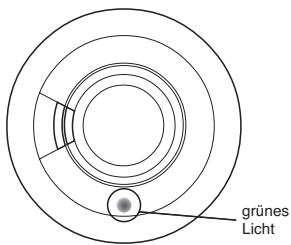

Abbildung 2b
6. Wenn der Hauscodierungs-Modus aktiv ist, blinkt die grüne LED (auf der Vorderseite des Warnmelders - siehe Abbildung 2b) alle 5 Sekunden einige Male auf, um Folgendes zu signalisieren: